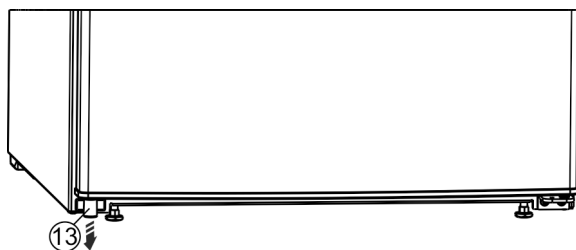

Fig. 14 *
- ▶ Vegye ki a bal alsó távtartót Fig. 14 (13) az ajtóból.*